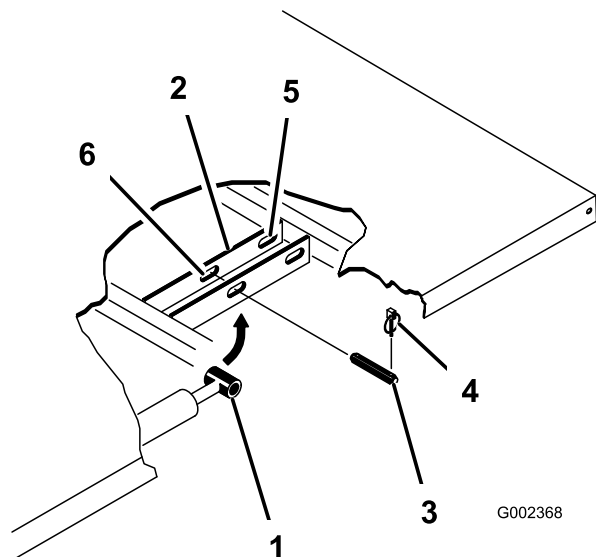

Figure 22
- Retirez les goupilles à anneau aux extrémités extérieures des axes des tiges de vérins (Figure 22).
- Retirez les axes de chape qui fixent les extrémités des tiges de vérins aux plaques de montage du plateau en les poussant vers l'intérieur (Figure 22).
- Retirez les goupilles à anneau et les axes de chape qui fixent les supports de pivot aux profilés du cadre (Figure 22).